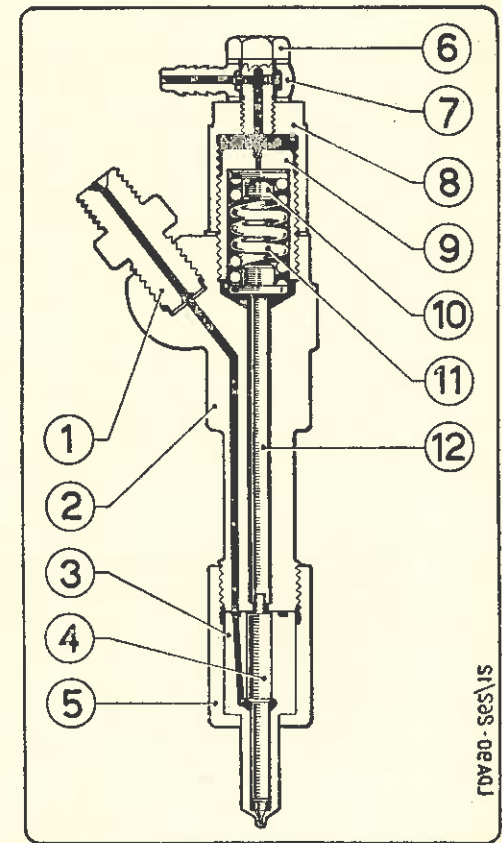

Fig. 2 - SEZIONE DEL POLVERIZZATORE CON PORTA-POLVERIZZATORE DEL COMBUSTIBILE
B) Polverizzatore e porta-polverizzatore. — Il polverizzatore è del tipo a fori multipli; è bloccato sul portapolverizzatore mediante una ghiera. Gli elementi del complesso si possono rilevare dalla fig. 2 pag. 7. Il polverizzatore ha i fori disposti in modo asimmetrico e pertanto, nel rimontarlo sul porta-polverizzatore, occorre fare attenzione a far coincidere i grani di riferimento disposti su quest'ultimo; tali grani sono sistemati in modo che il polverizzatore possa essere correttamente montato in una sola prestabilita posizione.